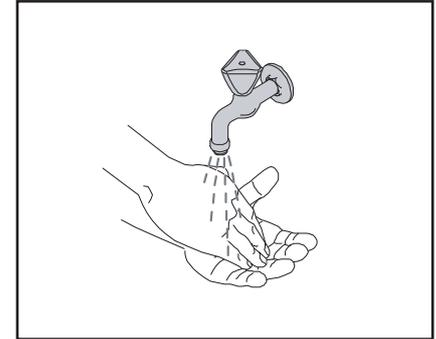

Fig. 3
1. Prima di toccare i pacchetti del prodotto è necessario lavarsi accuratamente le mani (fig. 3).